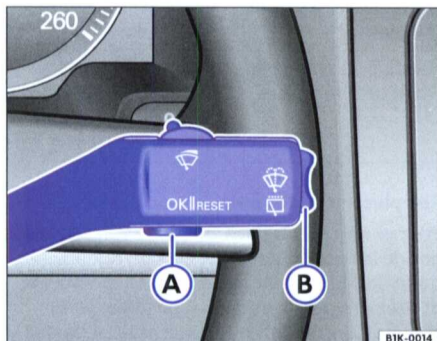

Fig. 92 Levier d'essuie-glace : touche (A) pour valider les options et commande à bascule (B) pour changer de menu
– Sélectionnez l'option **Chauff. stat.** dans le menu principal **Configuration** ⇒ page 17 et appuyez sur la touche « **OK/Reset** » ⇒ fig. 92 (A) intégrée au levier d'essuie-glace.